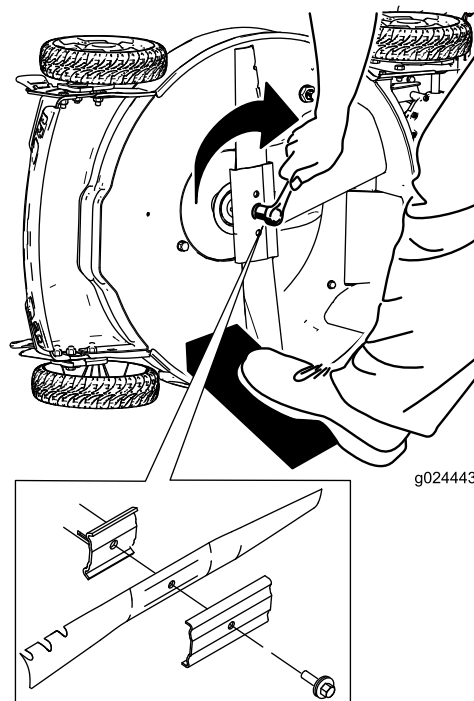

図 26
5. 新しいブレードを取りつけるブレードボルトを右に締め付ける 図 26。